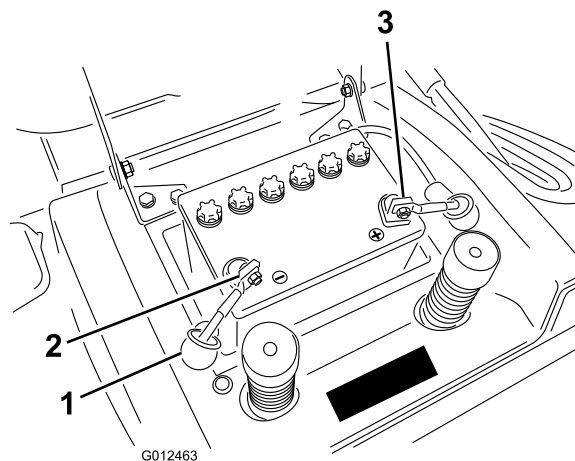

Figure 31
7. Débranchez le câble négatif (noir) de mise à la masse de la borne de la batterie (Figure 31).
9. Débranchez le câble positif (rouge) de la borne de la batterie (Figure 31).
1. Placez la batterie sur le châssis, en dirigeant les bornes vers l'arrière de la machine (Figure 31).
3. Connectez le câble positif (rouge) à la borne positive (+) de la batterie à l'aide du boulon et de l'écrou à oreilles (Figure 31). Glissez le capuchon en caoutchouc sur la borne de la batterie.
4. Connectez le câble négatif (noir) à la borne négative (-) de la batterie à l'aide du boulon et de l'écrou à oreilles (Figure 31). Glissez le capuchon en caoutchouc sur la borne de la batterie.